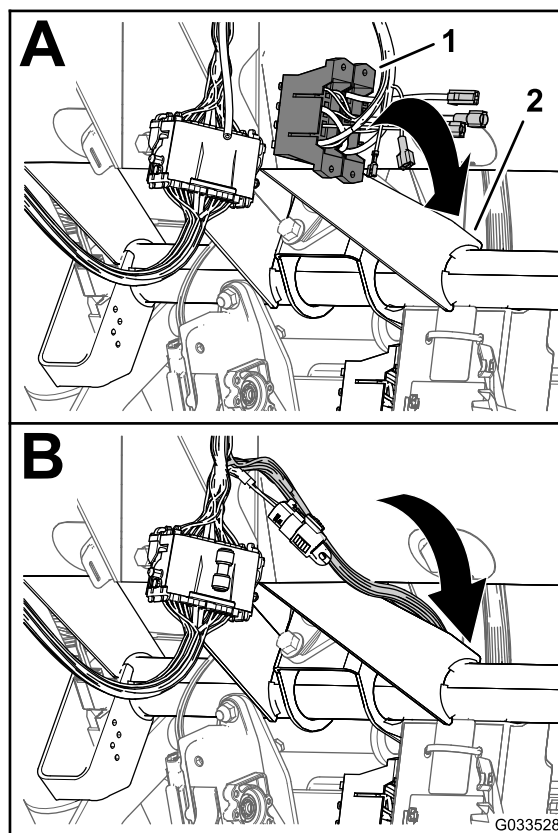

Bild 24
1. Verlegen Sie an der Steuerkonsole für das Sprühfahrzeug den Zweig des vorderen Kabelbaums mit den Sicherungskästen zwischen der Unterseite des Armaturenbretts und dem Querrohr des Maschinenchassis und dann nach unten zur Vorderseite des Sicherungskastens der Maschine (Bild 24).